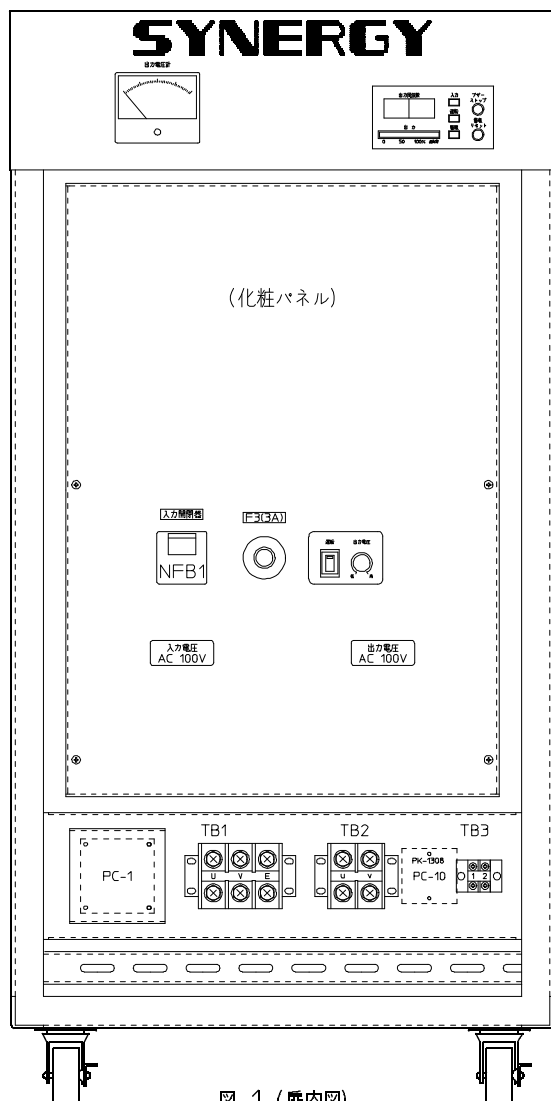
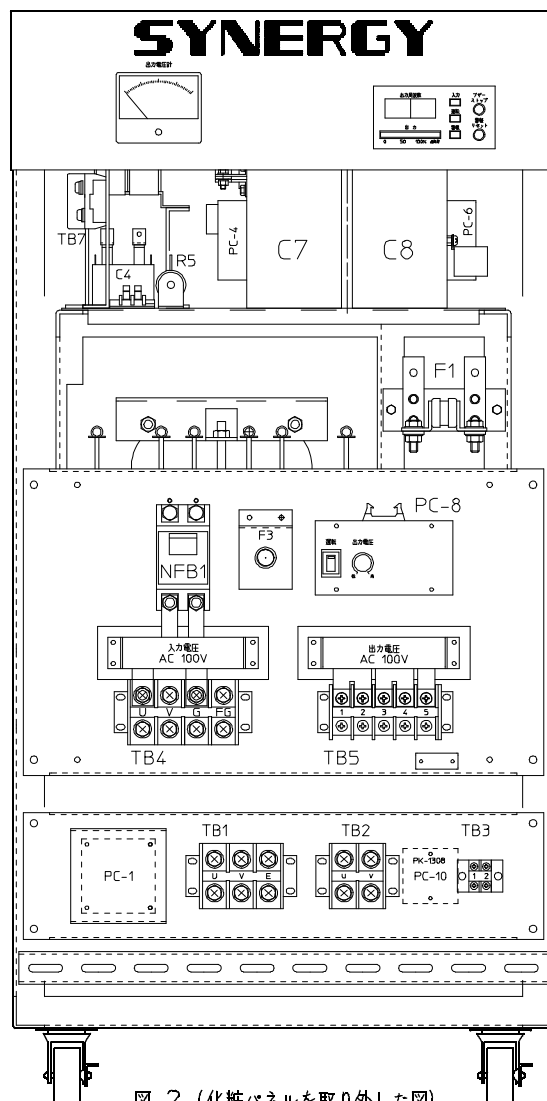
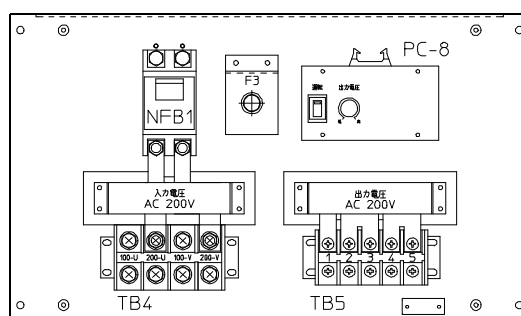

図 1 (扉内図)
図 2 (化粧パネルを取り外した図)
図 3
- 1 図1の化粧パネルを4箇所のM4ビスを取り外すと、図2の様に入力電圧及び出力電圧表示板が現われます。
備考 図2は入力電圧100V,出力電圧100Vを示し図3は入力電圧200V,出力電圧200Vを示します。